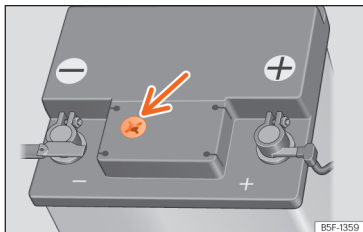

Abb. 179 Sichtfenster an der Oberseite der 12-Volt-Fahrzeuggatterie (Prinzipdarstellung).
- Prüfen Sie die Farbanzeige im runden Sichtfenster an der Oberseite der Batterie »» » **[Abb. 179]**.